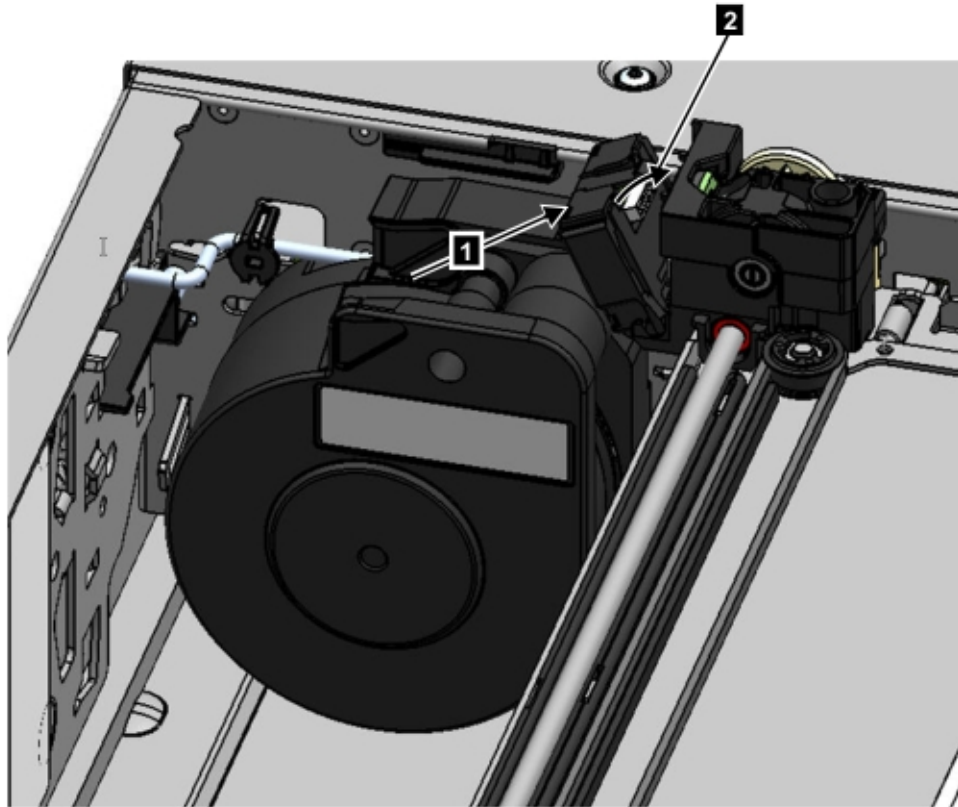

図 76. スプリング・ケーブルの取り付け
5. スプリング・ケーブルをアクセサリにつながるくぼみに入れ、きちんとはまるまで回転させます。156 ページの図 76 を参照。